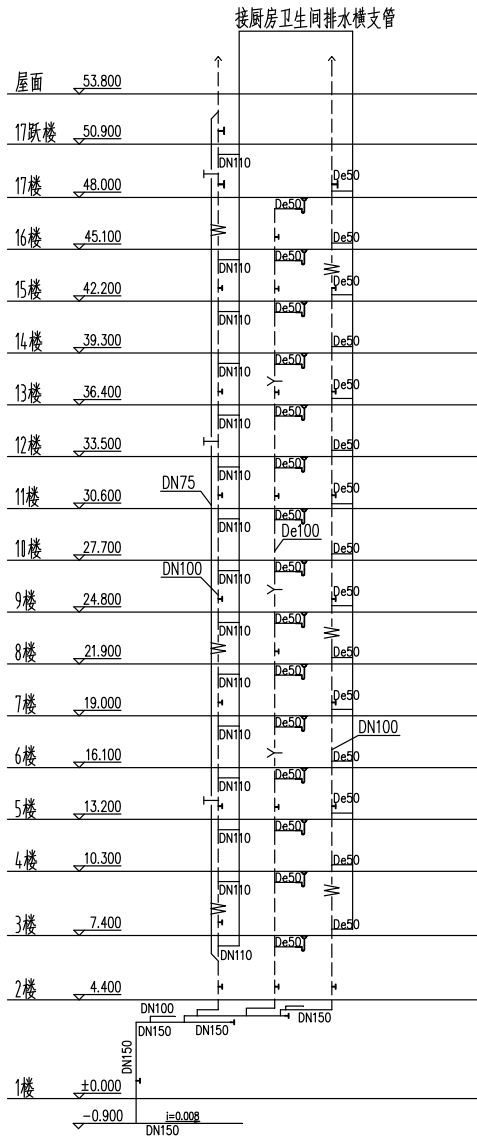

图 13-89 绘制排水系统文字标注
**14** 绘制文字标注。单击“专业标注”→“引出标注”命令，为管线绘制引出标注文字；单击“文字表格”→“单行文字”命令，绘制文字标注；单击“专业标注”→“管道坡度”命令，为管线绘制坡度标注，结果如图 13-89 所示。